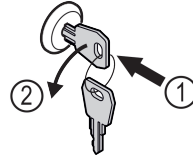

Fig. 164
- ▶ 按入钥匙。 Fig. 164 (1)
- ▶ 将钥匙逆时针转动 90°。 Fig. 164 (2)